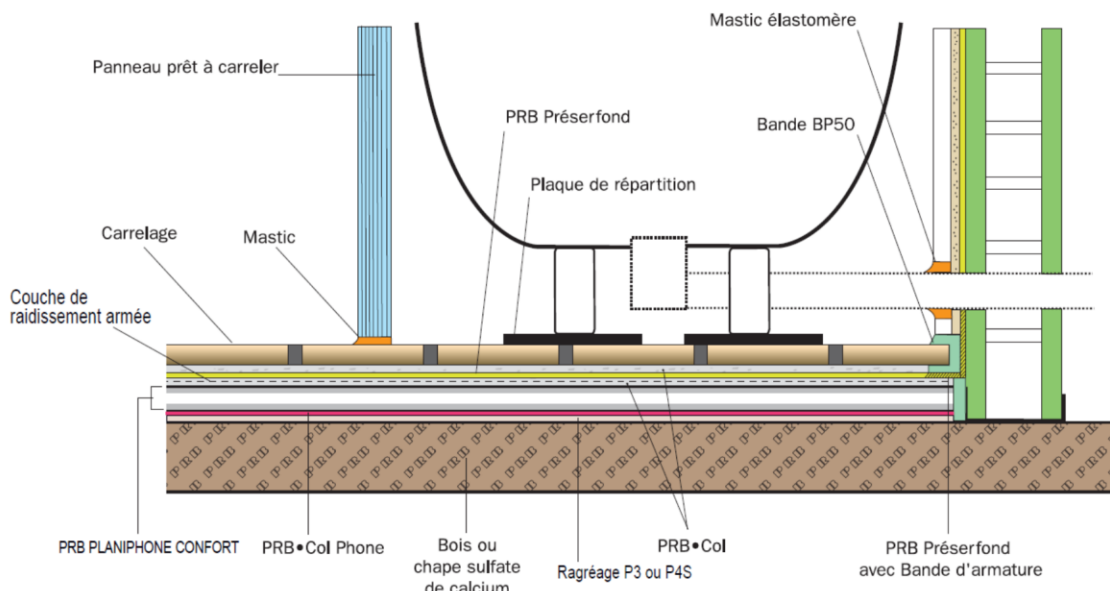

Figure 12 – Traitement d'un raccord avec une allège non maçonnée (sur support bois ou sulfate de calcium)
2.5.4. Pose d'appareils sanitaires (cf. figure 12)